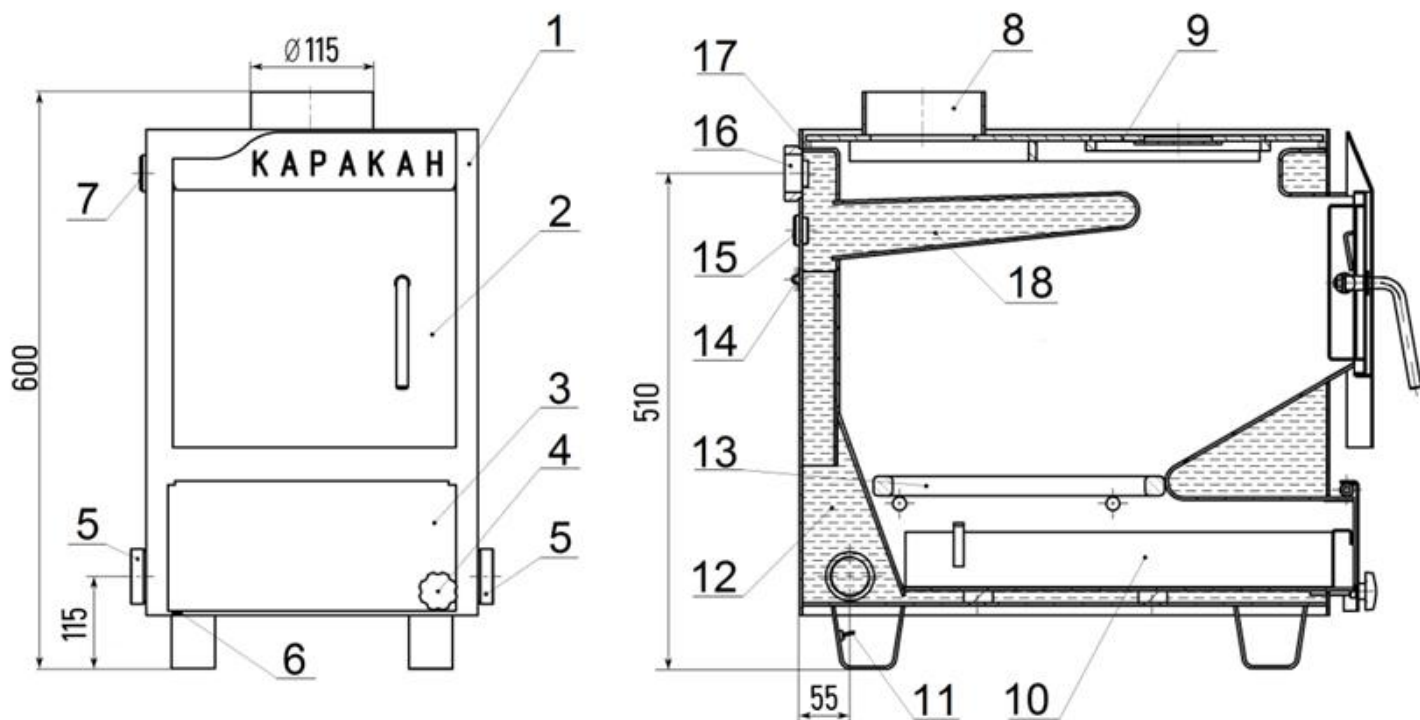

Рисунок 1. Схема котла. Базовая комплектация
5.6. По желанию потребителя на котел можно установить автоматический регулятор тяги (через фланец 7, *рис.1*). Крепление для цепи автоматического регулятора тяги находится на дверце зольника. В отсутствие регулятора фланец герметизируется заглушкой G ¾” – см. базовую комплектацию.